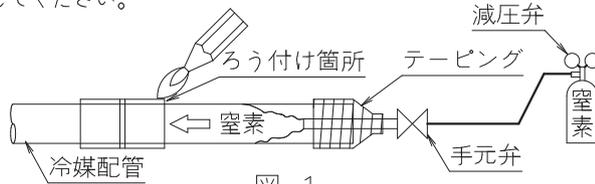

図 1
- 冷媒配管ろう付けの際は、窒素置換（注1）を行ってから、または冷媒配管内部に窒素を流しながら（注2）（図1参照）ろう付け作業を行ってください。（注3）フレア接続を行う場合は、ろう付け作業を行ってから、最後に室内ユニットをフレア接続してください。